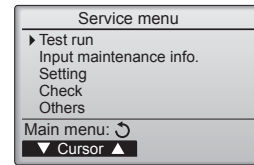

Fig. 7-1
- У меню «Service menu» (Сервіс) виберіть пункт «Test run» (Тестовий прогін), а потім натисніть кнопку [ВИБРАТИ]. (Fig. 7-1)